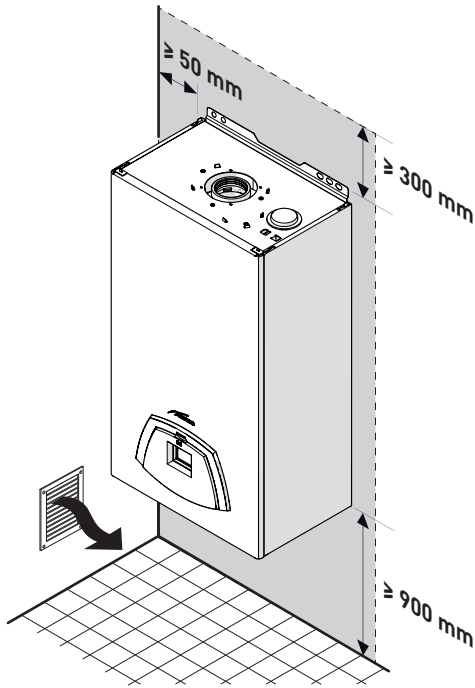

Fig. 21
- Tenere in considerazione gli spazi necessari per l'accessibilità ai dispositivi di sicurezza/regolazione e per l'effettuazione delle operazioni di manutenzione (vedere Fig. 21).